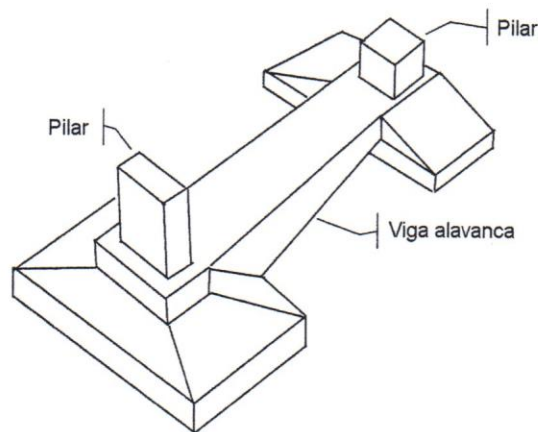

Figura 3.18 - Perspectiva de uma sapata alavancada.
- » Sapata alavancada: são elementos que ocorrem no caso de sapatas de pilares de divisa de lotes, ou próximos de obstáculos, onde não é possível fazer com que o centro geométrico da sapata coincida com o centro de cargas do pilar. Nesse caso cria-se um viga alavanca, ligada entre as duas sapatas, de modo que um pilar absorva o elemento resultante da excentricidade da posição do outro pilar (Figura 3.18).